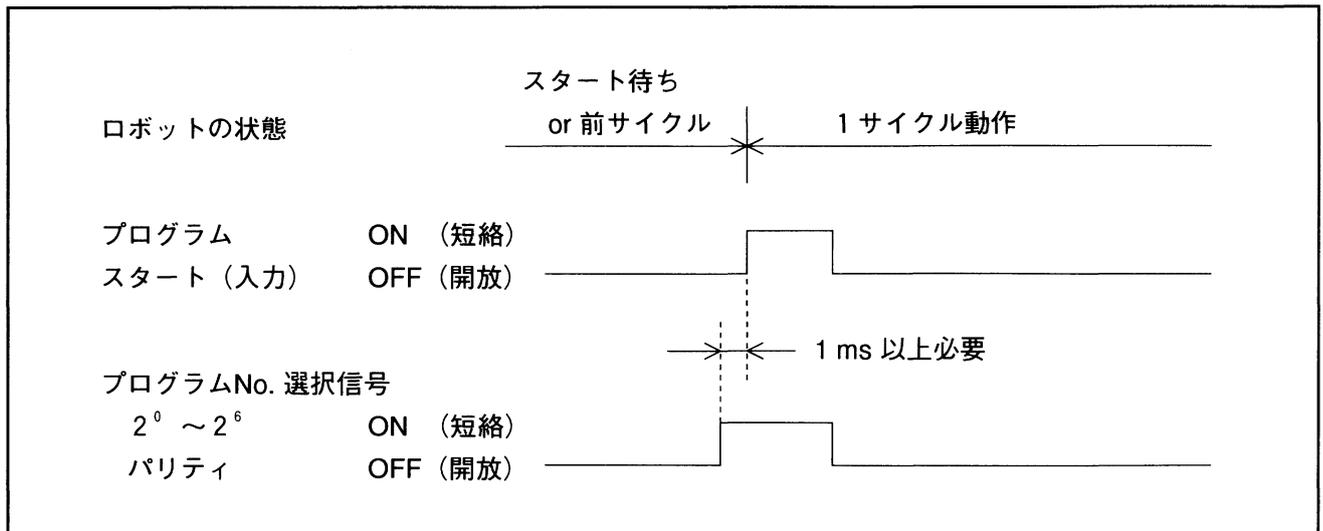

図5-25 プログラム No. 選択信号
- (3) 入力条件と動作
- ①プログラムNo.選択信号は次ページの表5-5に示すように $2^0 \sim 2^6$ とパリティビットの8ビットで構成されます。
- ②十進のプログラムNo.を二進の $2^0 \sim 2^6$ とパリティビットに変えて入力します。
- ③短絡はビット値=1、開放はビット値=0を表し、パリティビットは奇数パリティです。
- ④プログラムNo.選択信号は図5-25に示すようにプログラムスタートより必ず先(1ms以上)に入力し、ロボットがスタートするまで、状態を維持してください。